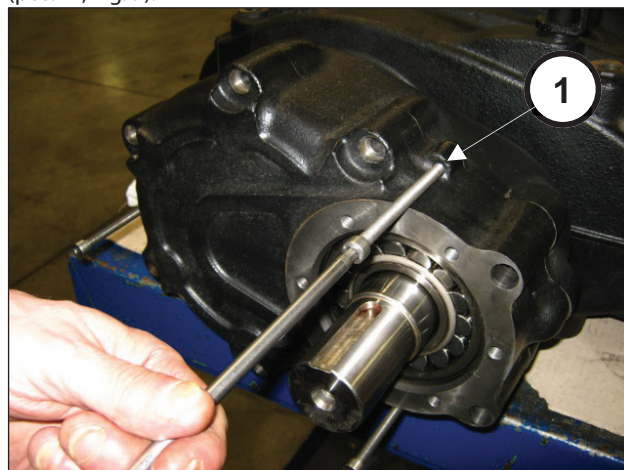
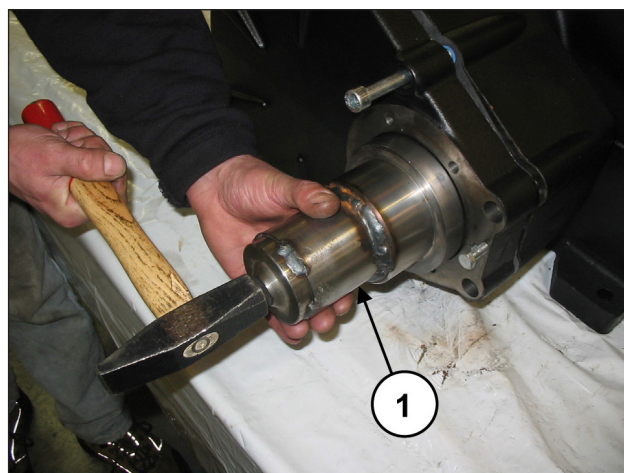

Fig. 8
Fig. 9
Aperte os 3 parafusos roscados (pos. ①, Fig. 8) com a função de extratores e ao mesmo tempo, utilizando a ferramenta especial (cód. 27887000), bata na mesma para que o rolamento permaneça no pinhão durante a extração da tampa (pos. ①, Fig. 9).